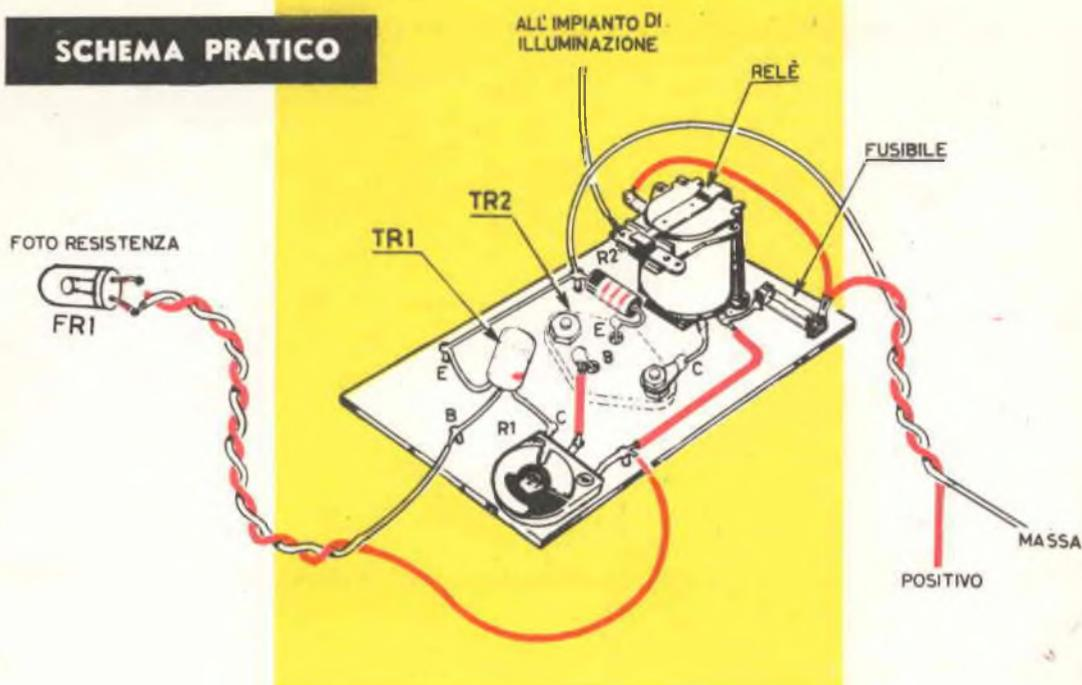

Fig. 2
Fig. 2 - Stabilita sperimentalmente la distanza che deve intercorrere tra la lente dell'obiettivo del binocolo e quella supplementare per mettere a fuoco sulla distanza A, provvederemo a tracciare su ad un cartoncino il tracciato a grandezza naturale tenendo conto del percorso di riflessione degli specchi.
particolari per il fissaggio della sonda li abbiamo in fig. 2: si richiede un unico foro da 2 o 3 millimetri sulla carrozzeria (interno). Pure in fig. 2 è rappresentato tutto lo schema pratico: ben visibili sono i punti terminali del transistor TR1. Sarebbe consigliabile usare morsettiere con viti per poter togliere e montare la parte elettronica nella nostra auto senza l'uso del saldatore.
3) Deve essere accessibile a montaggio ultimato la tacca di R1 (fig. 2).